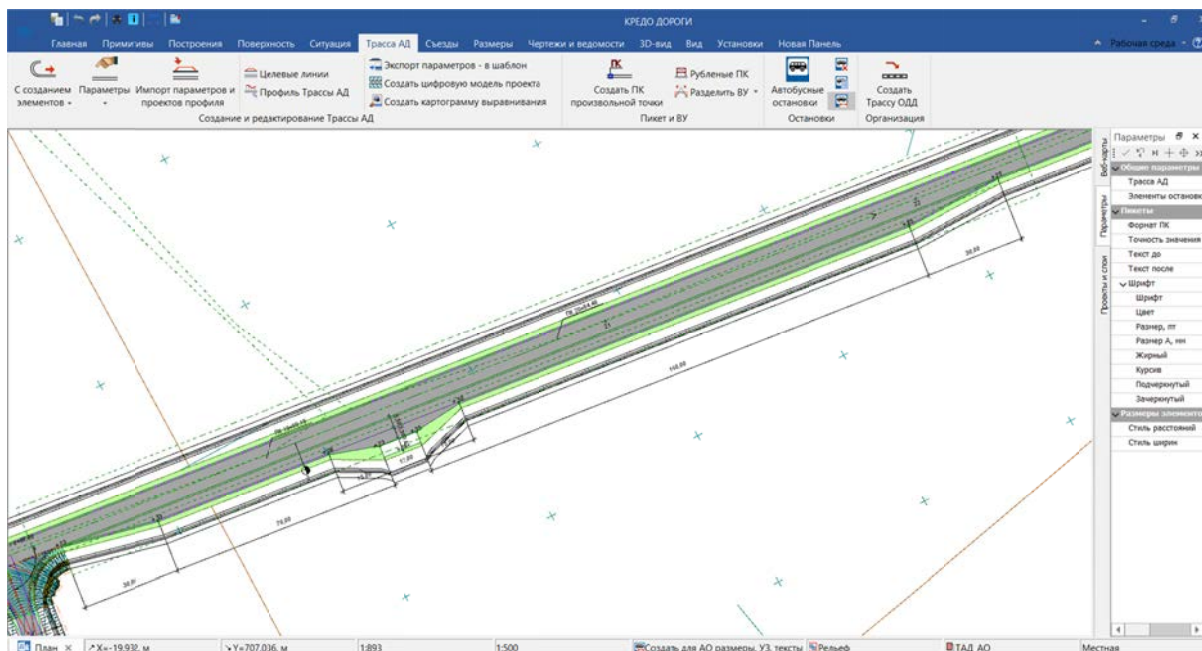

Рис. 5.12. Пример оформления автобусной остановки
2. Затем необходимо выполнить оформление автобусной остановки (рис. 5.12): ТРАССА АД – ОСТАНОВКИ – ОФОРМИТЬ АВТОБУСНУЮ ОСТАНОВКУ. Выбрать трассу АД, которой принадлежит запроектированная остановка, по согласованию с преподавателем указать параметры оформления автобусной остановки.